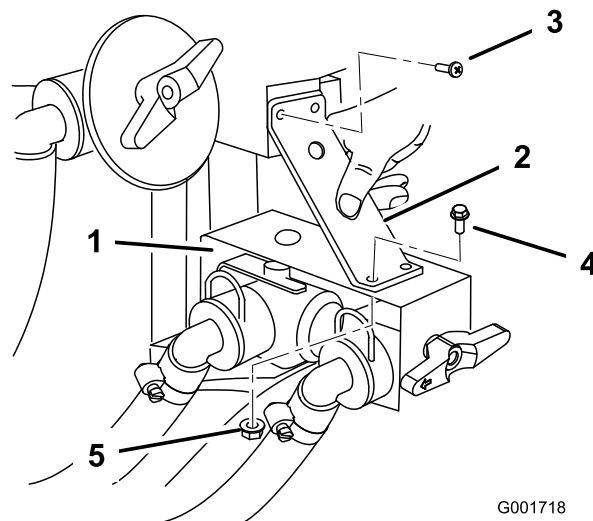

Figura 12
9. Instale o suporte de apoio sobre o suporte da válvula de controlo. Utilize os dois parafusos existentes que prendem a montagem superior do T para prender a parte superior do suporte de apoio (Figura 12). Prenda a parte inferior do suporte de apoio utilizando dois parafusos flangeados (1/4 x 3/4 pol.) e duas porcas flangeadas (1/4 pol.).